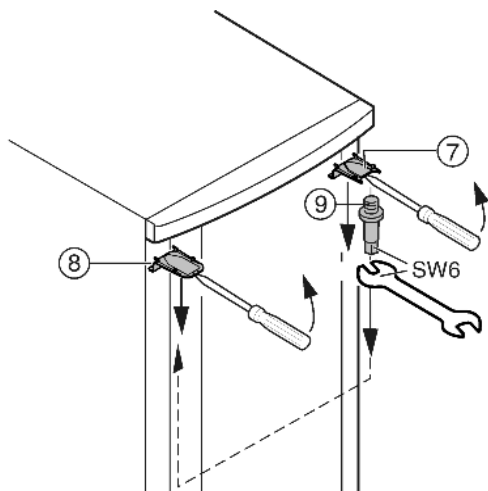

Fig. 8
- ▶ Decuplați capacul Fig. 8 (7) și capacul Fig. 8 (8) cu ajutorul unei șurubelnițe și îndepărtați-le trăgând de ele oblic în jos.
- ▶ Deșurubați bulonul lagărului Fig. 8 (9) și înșurubați-l pe partea diametral opusă (cu 4 Nm).
- ▶ Montați din nou capacul Fig. 8 (7) pe partea bolțului lagărului: introduceți partea din spate, cuplați în partea din față.
- ▶ Montați capacul Fig. 8 (8) pe partea opusă: introduceți partea din spate, cuplați în partea din față.
- ▶ Montați ușa în bolțul lagărului Fig. 8 (9).